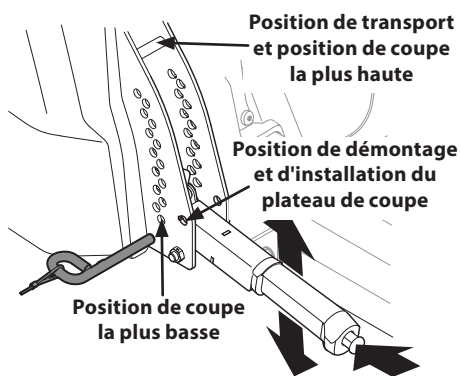

Figure 4-12
- a. Utilisez le levier de relevage du plateau de coupe pour relever le plateau de coupe à la position qui placera la courroie à la position la plus horizontale entre les poulies de tension et la poulie de la prise de force sous le moteur. Voir Figure 4-12.
- d. À l'aide du levier de relevage, abaissez le plateau de coupe à la position de démontage / d'installation du plateau. Voir Figure 4-12.
- e. À l'aide du levier de relevage, abaissez le plateau de coupe à la position de démontage / d'installation du plateau de coupe. Voir Figure 4-12.
1. Placez le levier de relevage du plateau de coupe à la position de coupe la plus haute. Voir Figure 4-12.